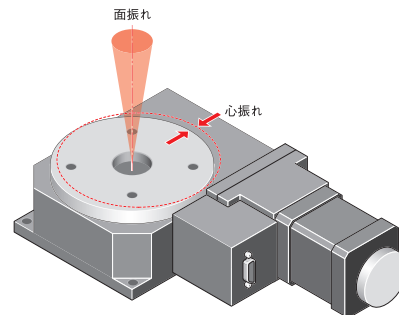

図3-18、図3-19 心振れ／面振れ
3.18 心振れ[JIS B 6194-1997準拠]【図3-18】